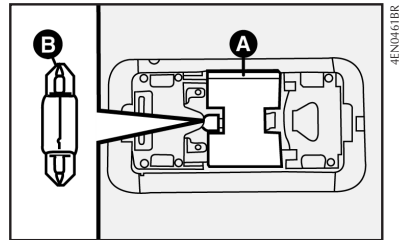

fig. 68
2) retirar o refletor **A-fig. 68** fazendo-o deslizar para trás;
3) substituir a lâmpada cilíndrica **B-fig. 68**.